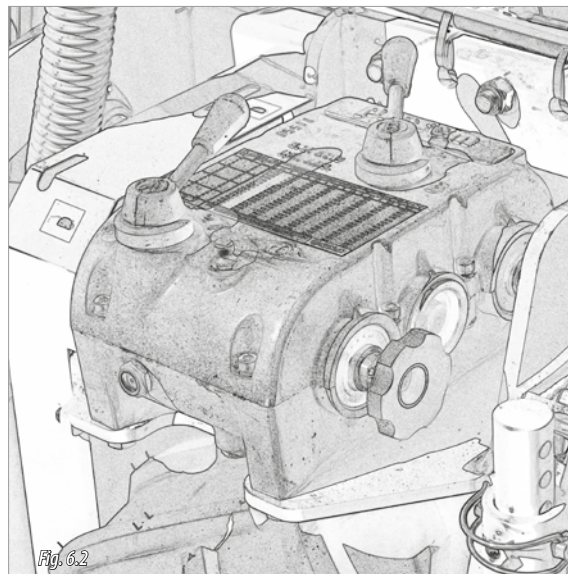

Fig. 6.2
- 2- CUTIE DE VITEZE AUTOMATĂ (Fig. 6.2).